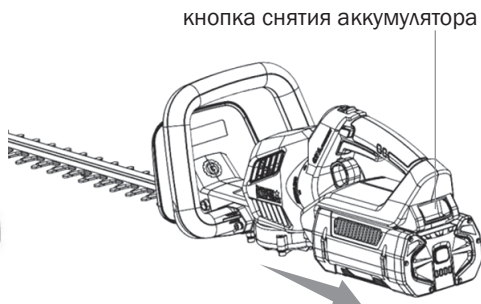

Рис. 3
2. Нажмите на кнопку фиксации аккумулятора на нижней части кустореза, аккумулятор отсоединится от защелки (Рис. 3).
3. Снимите аккумуляторный блок с изделия (Рис. 3).